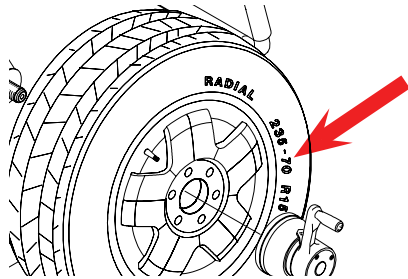

Figure 22
- Sélectionner le bouton de diamètre manuel. Lire le diamètre de la jante marqué sur le côté du pneu (Figure 22 et 23). Presser le bouton du diamètre (D) et entrer le diamètre de la jante mesuré en sélectionnant les touches +/- jusqu'à ce que la valeur désirée apparaisse sur l'écran. Sélectionner Enter pour mémoriser la sélection.